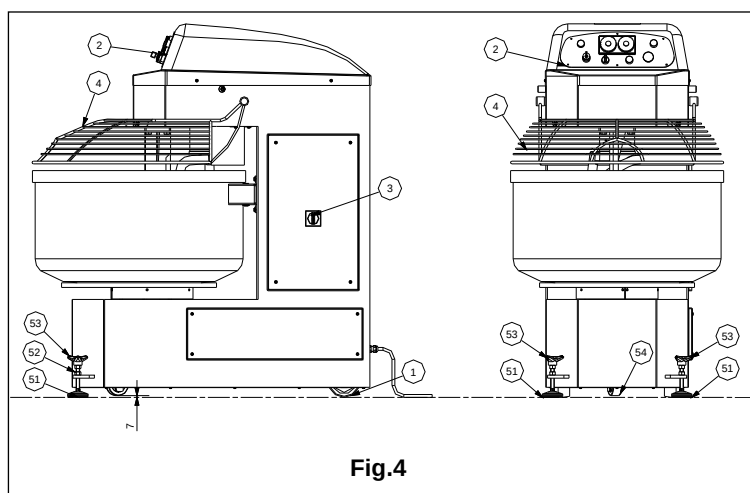

Fig. 4
a) Posizionare la macchina nell'area di lavoro prescelta, regolare i piedini frontali Pos.51 fig.4 tramite il volantino Pos.53 e successivamente bloccare serrando il dado Pos.52.
c) Controllare che la protezione vasca Pos. 4, Fig.4 sia abbassata.
Il quadro comandi Pos.2, fig.4 si compone di:
Il quadro comandi digitale Pos. 2 Fig.: 4 si compone di :
Sollevare il riparo di protezione mobile Pos.4 fig.4/7.
Nel seguito saranno descritte le verifiche per accertare la funzionalità dei comandi illustrati nella Fig.4/5/6.